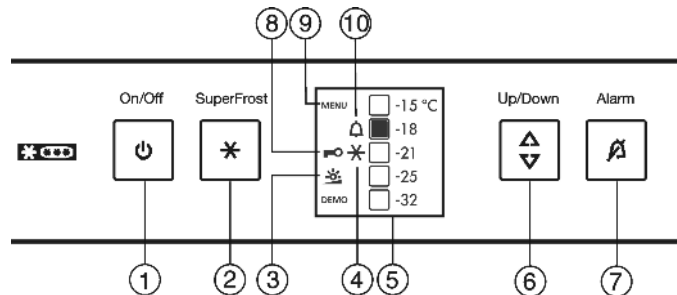

Fig. 3
- Символ SuperFrost Fig. 3 (4) блимає разом з індикатором температури.